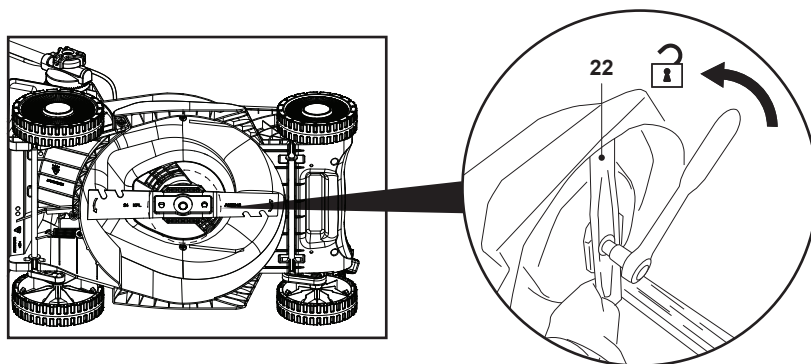

Fig. 21
NOTĂ: Dacă se utilizează o cheie de mână în locul uneia electrice de impact, trebuie împiedicată rotirea cuțitului (22) în timpul slăbirii șurubului. Poartă mănuși rezistente și prinde bine cuțitul. Dacă este necesar, utilizează o bucată de lemn de dimensiuni adecvate pentru a bloca rotirea cuțitului (fig. 21).